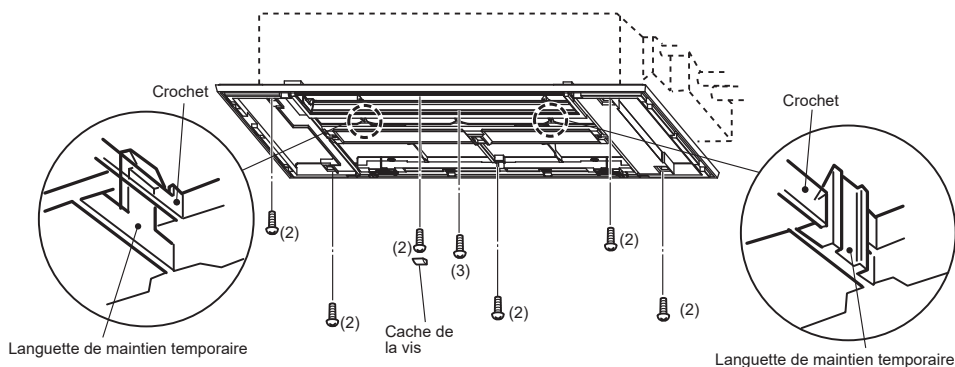

Fig. 5
- Fixez les languettes de maintien temporaires de la grille sur les crochets de l'unité interne. (Fig. 5)
- Ajustez la grille de manière à ce qu'elle soit placée parallèlement au joint mur-plafond. Installez sans les serrer les 4 vis de fixation (2) situées près des angles. (Fig. 5)
- Serrez les vis de fixation (2) et la vis de fixation (3) située au milieu de la grille. (Fig. 5)